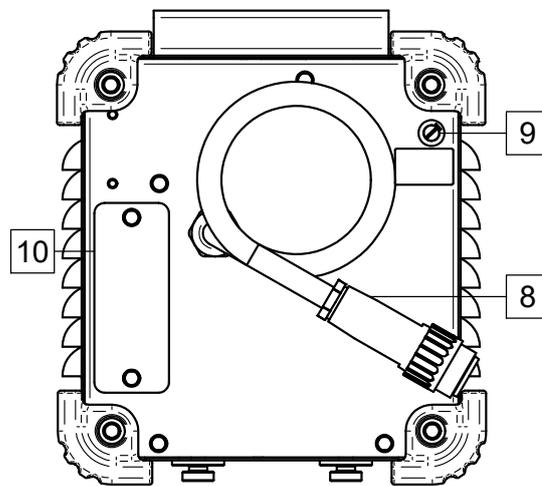

Figura 5
- Enchufe las mangueras provistas de conectores de acople rápido (añadido al equipo) en los conectores de entrada y salida del refrigerador (figura 5).